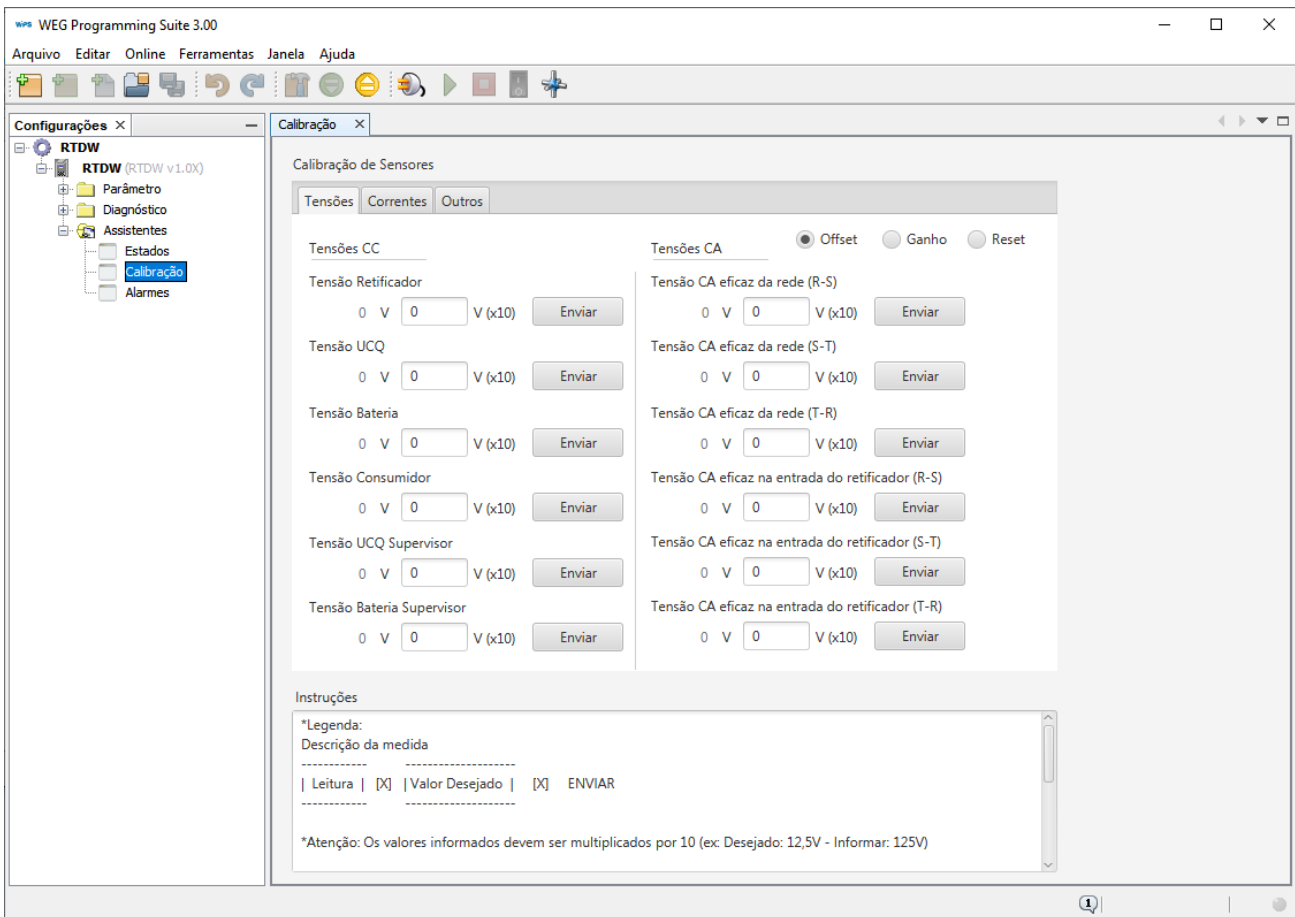

Figura 6.38: Assistente calibração
- Com um clique duplo, abra o assistente *Calibração*, Figura 6.38 na página 6-43. Através dele é possível realizar as calibrações de *offset* e ganho de tensões e correntes disponíveis no RTDW, além de retornar para os valores originais (*Reset*).